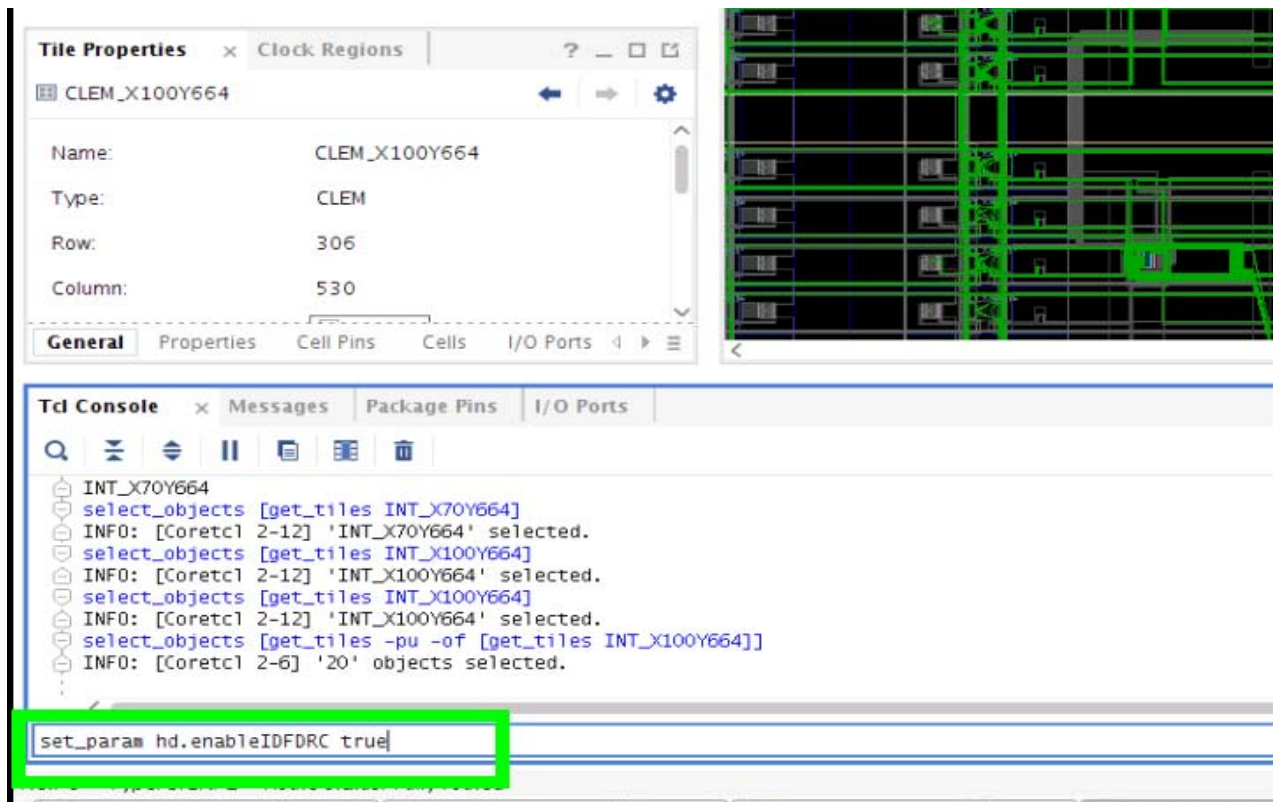

図 2: `hd.enableIDFDRC` パラメーターを設定して IDF DRC をイネーブル
- Vivado の [Tcl Console] ウィンドウに次のコマンドを入力します (図 2 を参照)。